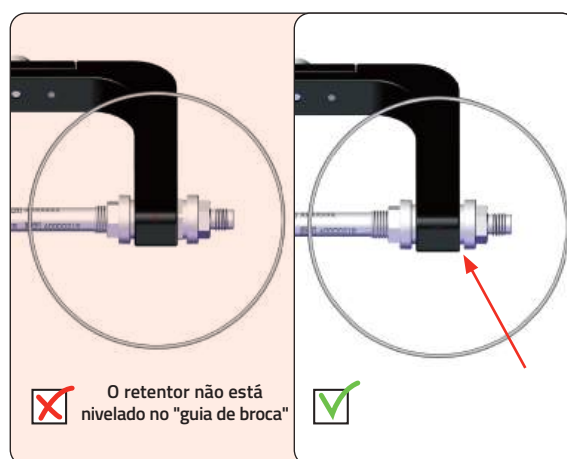

Fig. 52 Retentor inserido incorretamente
2. O retentor não está completamente nivelado com o conjunto do guia de broca. (Fig. 52)